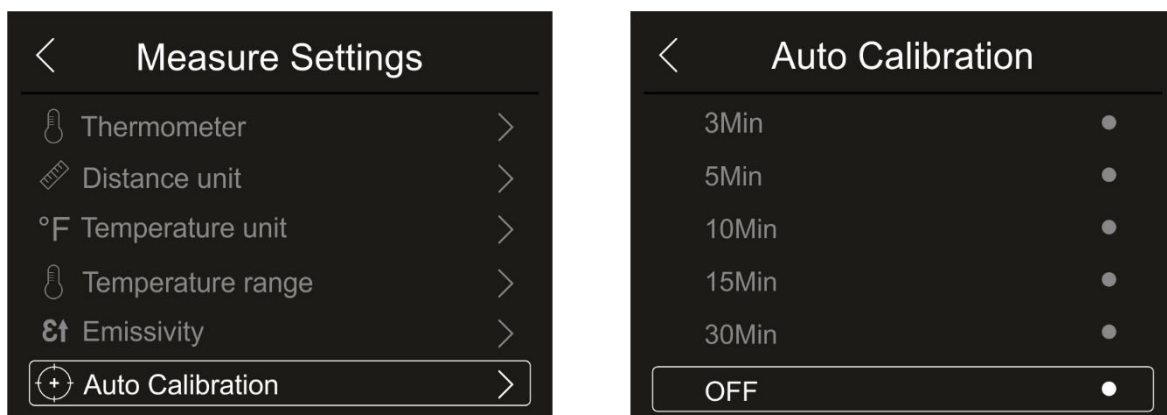

Abb. 29: Menü Auto Kalibrierung
1. Berühren Sie “Auto Calibration” zur Einstellung der die interne Autokalibrierungszeit. Die Abb. 29 – rechte Seite erscheint im Display